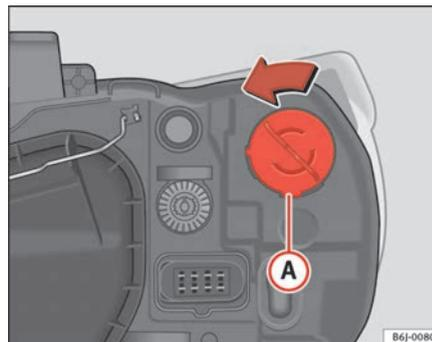

Fig. 140 Luz intermitente faro simple
- Gire el portalámparas ⇒ fig. 140 Ⓐ a la izquierda y tirar.